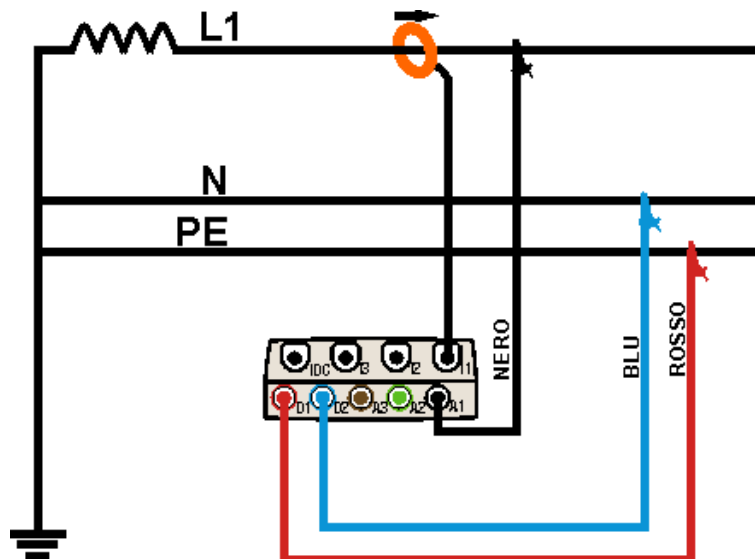

Fig. 172: Collegamento dello strumento in un sistema MONO
2. Collegare i cavi di misura della tensione sui conduttori di Fase, Neutro e Terra rispettando i colori come mostrato in Fig. 172.
3. Collegare la pinza di corrente sul conduttore di Fase L1 come mostrato nella Fig. 172 **rispettando il verso della freccia** presente sulla pinza stessa che indica la direzione convenzionale della corrente da generatore a carico. **Verificare sempre, nelle videate della sezione Visualizzazione Misure, che la Potenza Attiva P sia sempre positiva e che il fattore di potenza Pf sia corrispondente al carico, normalmente induttivo**, prima di attivare una registrazione. In caso di valori negativi della potenza attiva ruotare la pinza di 180° sul conduttore.